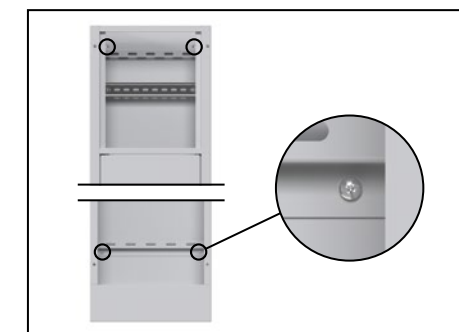

Рис. 47
4.3. Прикрепить короб КСС (3.1) к стене при помощи дюбелей (рис. 47).